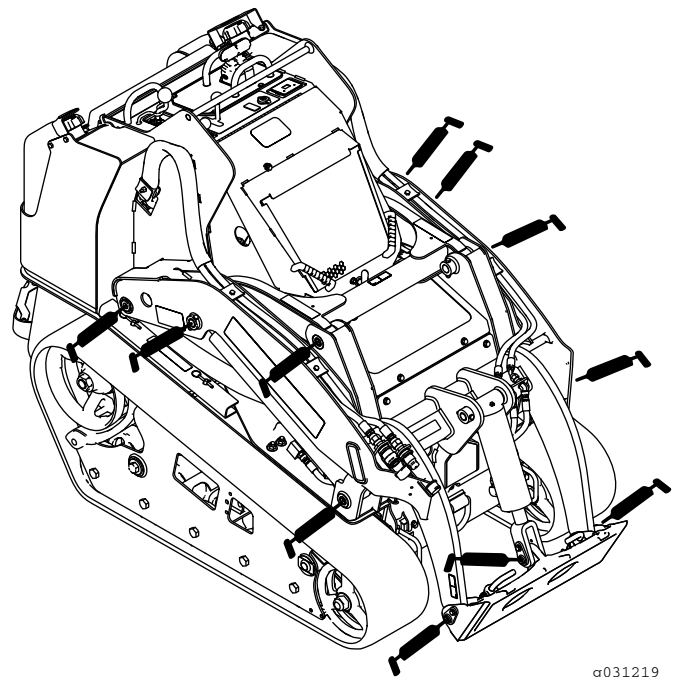
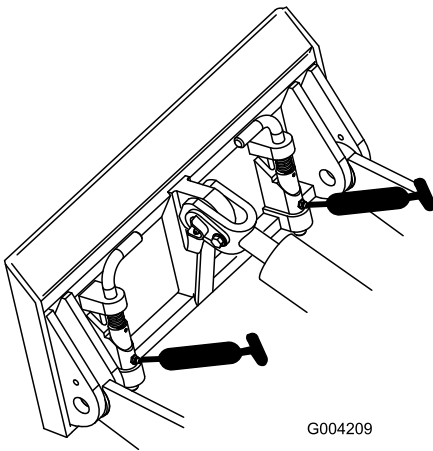
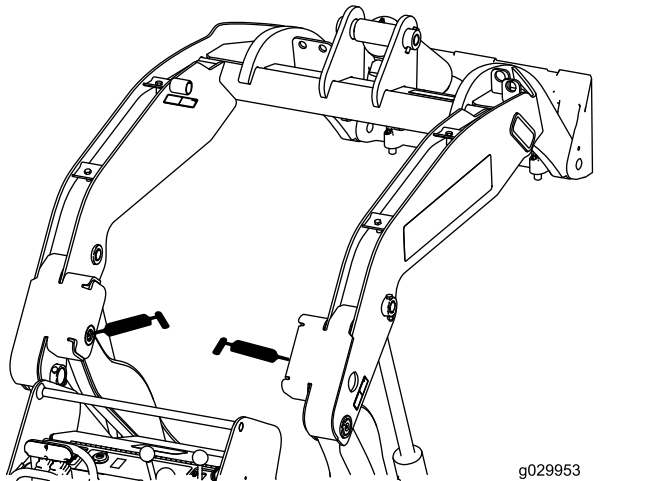

Bild 40
Bild 41
Bild 42
4. Setzen Sie eine Fettpresse an allen Nippeln an (Bild 40, Bild 41 und Bild 42).
Hinweis: Heben Sie die Hubarme an, bevor Sie die Schmiernippel in Bild 42 einfetten.